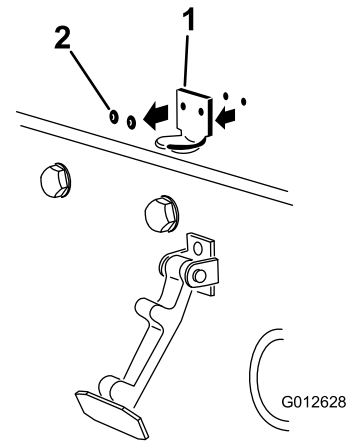

Figure 13
2. Retirez les 2 rivets qui fixent le support du loquet au capot (Figure 13) et déposez le support du capot.